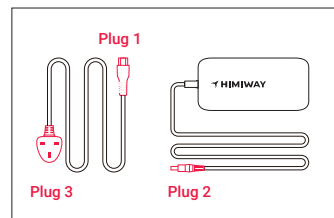

Figure 1
Étape 2: Assemblez le chargeur comme indiqué à la Figure 1 en insérant la fiche (Fiche 1) dans le transformateur.